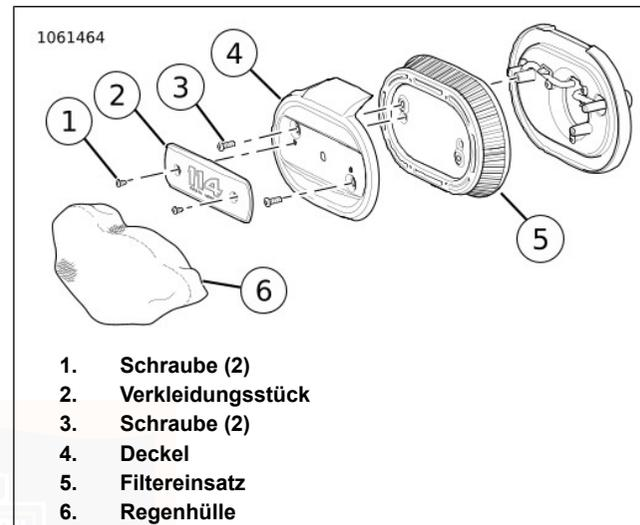

Abbildung 72. Luftfilter: Oval
1. Siehe Abbildung 72. Luftfilter-Ziereinsatz entfernen.
- a. Die Schrauben (1) des Ziereinsatzes entfernen.
- b. Zierring (2) entfernen.
- a. Die Schrauben (3) entfernen.
- b. Den Deckel (4) entfernen.
- c. Den Luftfiltereinsatz (5) entfernen.
Bei Ausstattung mit ovalem Luftfilter: Siehe Abbildung 72. Unter feuchten Bedingungen oder bei Regenwetter kann Wasser in den Motor eindringen, da der Filtereinsatz freiliegt. Wenn das Motorrad geparkt ist, kann eindringendes Wasser zu Motorkorrosion oder -schäden führen. Während der Fahrt kann Wasser Fehlzündungen des Motors verursachen. Bei Nässe oder Regen die Regenschutzhülle (6) über den Luftfilterbaugruppe stülpen, um Eindringen von Wasser zu minimieren.
1. Siehe Abbildung 72. Abdeckungsteile und Luftfiltereinsatz einbauen.
- a. Den Luftfiltereinsatz (5) anbringen.
- b. Die Abdeckung (4) anbringen.
- c. Die Schrauben (3) anbringen. Festziehen. 5,7–6,75 N·m (50–60 in-lbs)
- a. Ziereinsatz (2) anbringen.
- b. Die Verkleidungsstückschrauben (1) anbringen. Festziehen. 3–3,6 N·m (27–32 **in-lbs**)